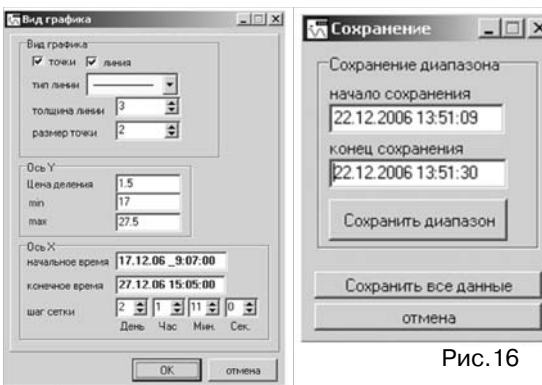

Рис.16
-Изменить значения диапазона в диалоговом окне (рис.16).